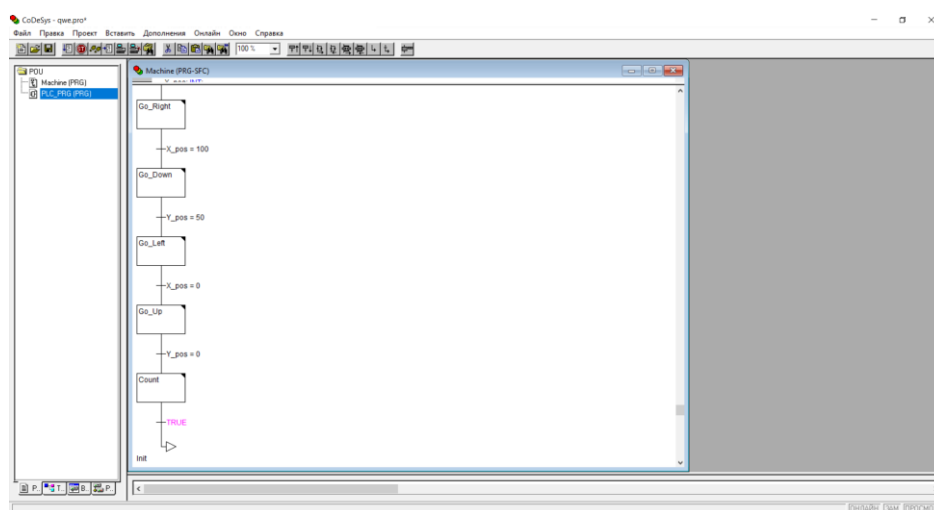

Рисунок 12 – Определение переходов
11. Определяем переходы. Переход должен содержать условие, разрешающее переключение на следующий шаг. Переход после шага Init назовём Start. Следующий переход должен содержать условие  $X\_Pos=100$ , так при значении позиции X включается следующая фаза движения (рисунок 12), остальные переходы аналогично.